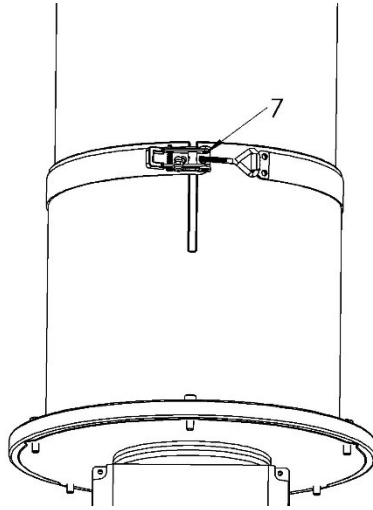

Fig 7
- 7) Stellen Sie die Verriegelung an der Brechstange so ein, dass der Spanner nach dem Schließen des Clips fest bleibt. Überprüfen Sie die Dichtheit des Schweins, indem Sie den Zuführschlauch aus der Kammer ziehen. Die Ernährungssonde darf sich nicht bewegen. Bild 7.